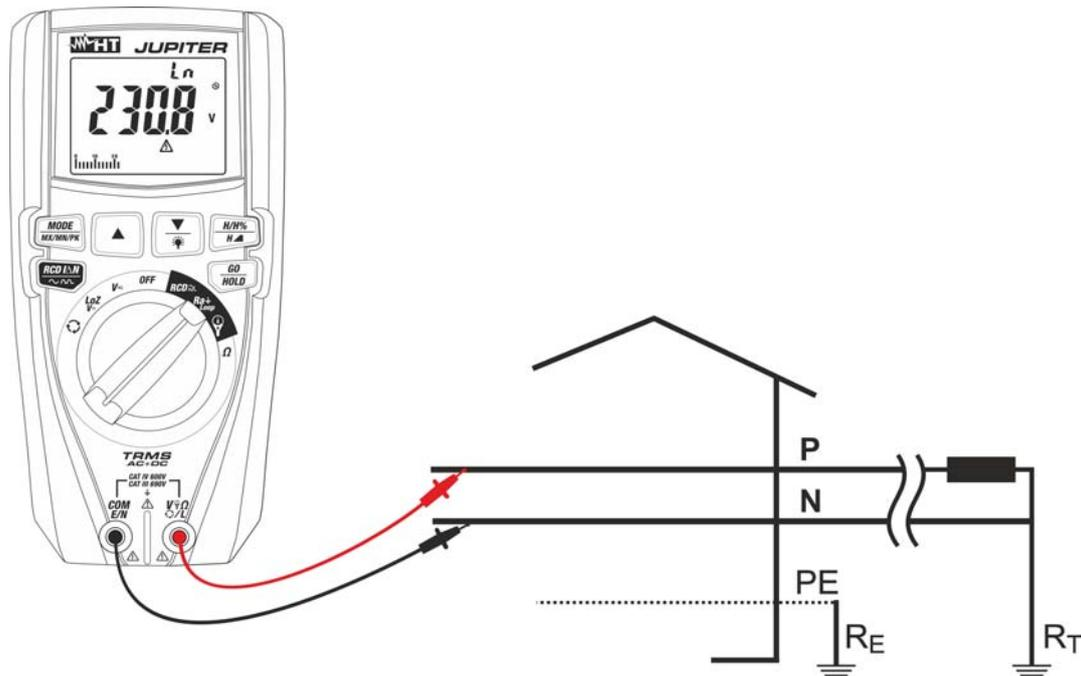

Fig. 26: Uso do instrumento para medir a impedância Loop L-N com ponteiras
8. **Para medição do Loop L-N** no caso de usar ponteiras de medida inserir o condutor vermelho no terminal de entrada $V_{\Omega}L$ e o condutor preto no terminal de entrada **COM/E/N** e ligar o instrumento à instalação em exame (ver Fig. 26). O valor da tensão Fase-Neutro é apresentado no display.